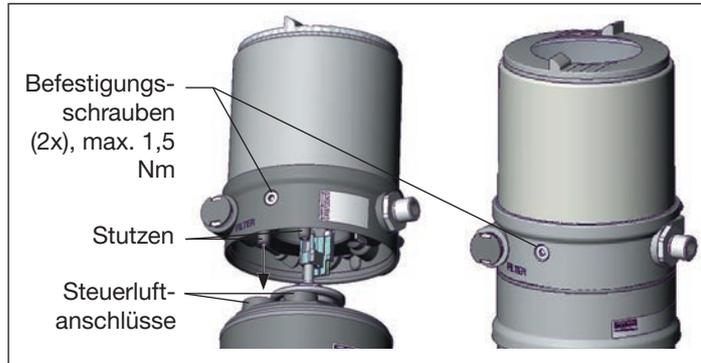

Bild 21: Montage Ansteuerung
2. die Stützen der Ansteuerung in die Steuerluftanschlüsse des Antriebs (siehe „Bild 21“) hineinfinden.